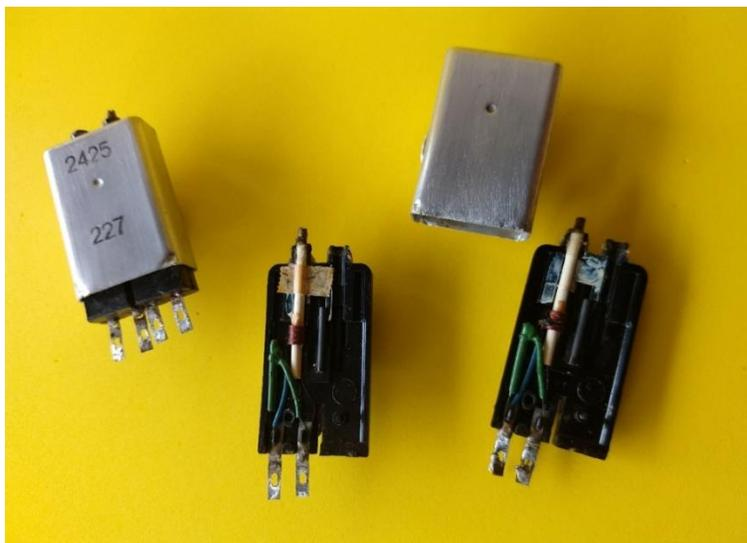

Figura 3. Versão posterior, tipo “miniatura”, do transformador de F.I. com ferrocube.
Uma versão posterior do transformador de F.I. pode ser vista na **Figura 3**. Em linhas gerais, trata-se do mesmo transformador tipo 5730, mas com dimensões ainda mais reduzidas. Destinado também a circuitos de receptores com frequências intermediárias entre 446 e 464 kHz, usava enrolamentos com fio Litz e o mesmo material magnético de RF ferroxcube. O capacitor de fio tinha valor e comprimento menor, 110pF. Apresentava, igualmente, alta permeabilidade (800) e baixas perdas.